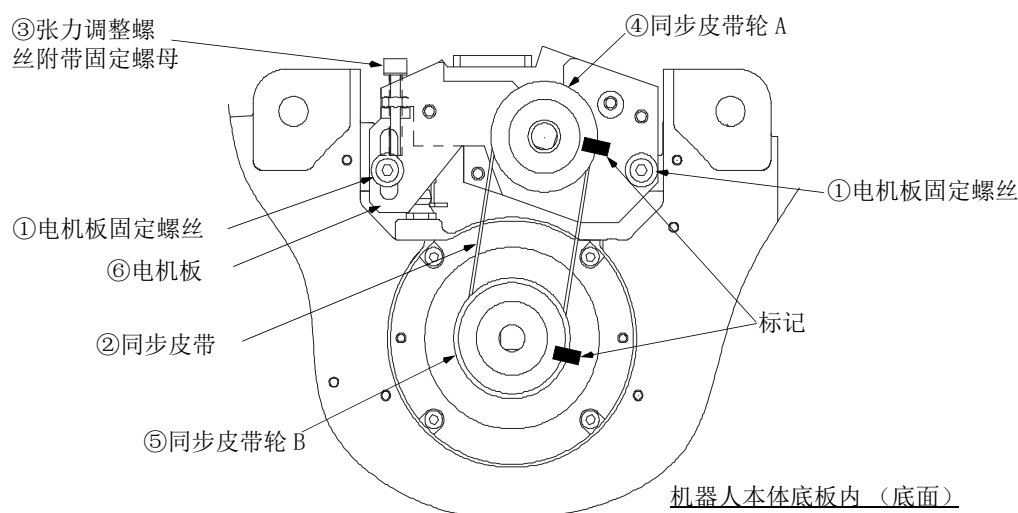

图 5-10: J1 轴同步皮带的更换 (RV-2FR 系列)
- 5) 机器人本体的底板内部的示意图如图 5-10 所示。
- 6) 在皮带更换过程中, 应注意不要使皮带轮转动。请注意如果同步皮带轮 A ④和同步皮带轮 B ⑤的位置关系出现偏差, 可能导致位置偏离。
- 7) 为了防止同步皮带②与同步皮带轮④、⑤的齿的咬合发生偏离, 应参照图 5-10 所示, 在同步皮带②和同步皮带轮④、⑤上使用马克笔等标上标记。
- 8) 稍微拧松电机板固定螺丝① (2 根)。(请勿过度拧松。)
- 9) 拧松用于固定张力调整螺丝③的螺母, 拧松张力调整螺丝③, 卸下旧的同步皮带。
- 11) 根据同步皮带轮④、⑤的标记, 安装新的同步皮带。
- 12) 旋转张力调整螺丝③, 调整同步皮带②的张力。